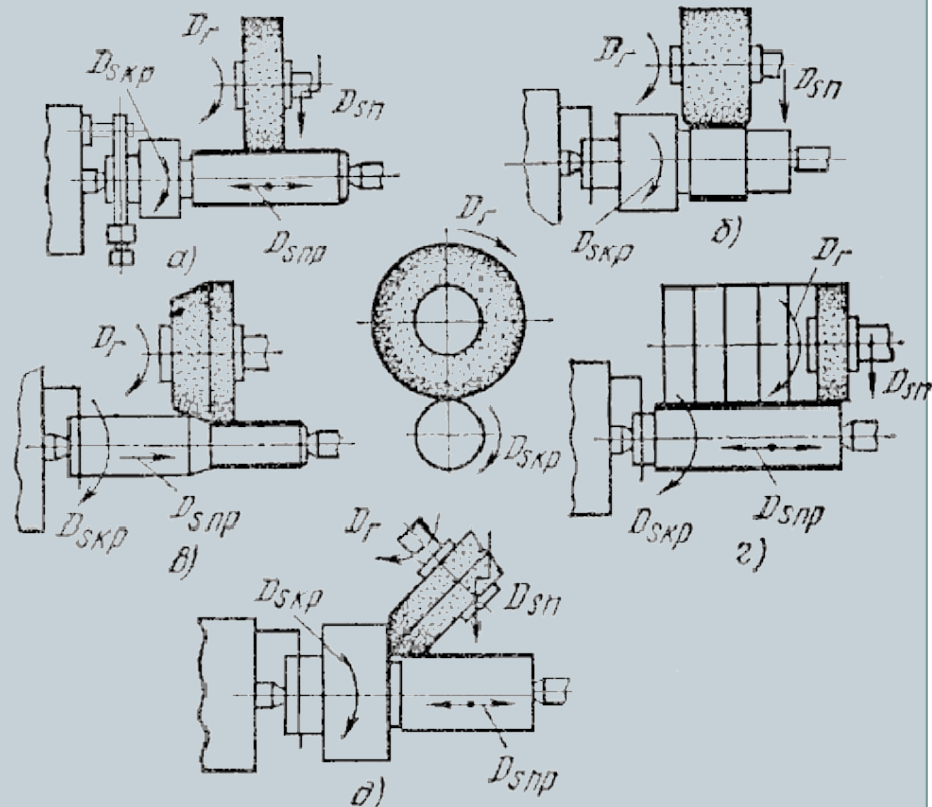

Рисунок 10- схемы обработки
- **Глубинное шлифование** (рисунок 10, в) позволяет за один рабочий ход снять слой металла на всю необходимую глубину. Шлифовальный круг имеет конический участок длиной 8-12 мм, который удаляет основную часть срезаемого слоя, а цилиндрический участок зачищает обработанную поверхность.
- При шлифовании *уступами* (рисунок 10, г) производят обработку врезанием с поперечной подачей, периодически передвигая стол на 0,8-0,9 ширины круга. Затем выполняют несколько ходов с продольным движением подачи для зачистки поверхности при выключенной поперечной подаче.